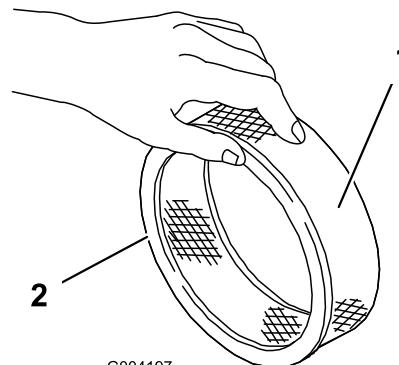

Figura 15
| 5. Verifique se o filtro de papel tem rasgões, película de óleo ou o vedante de borracha danificado (Figura 15). | |
1. Faça deslizar cuidadosamente o filtro prévio de esponja para o filtro de papel (Figura 15).